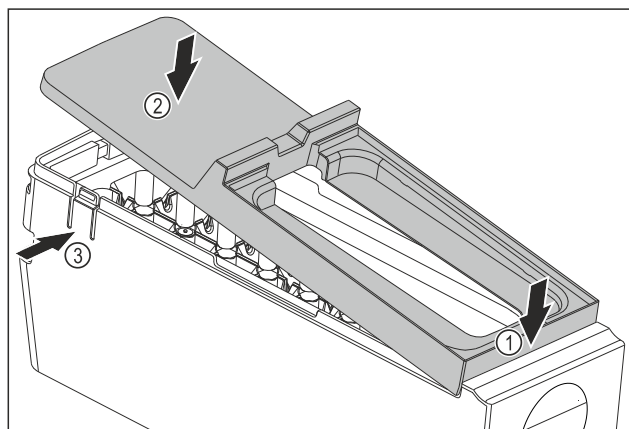

Fig. 157
- Montáž krytu korpusu EasyTwist-Ice: Nasadte kryt na přední stranu. Fig. 157 (1)
- Spusťte kryt vzadu dolů. Fig. 157 (2)
- Kryt slyšitelně zaklapne v obou lamelách Fig. 157 (3).